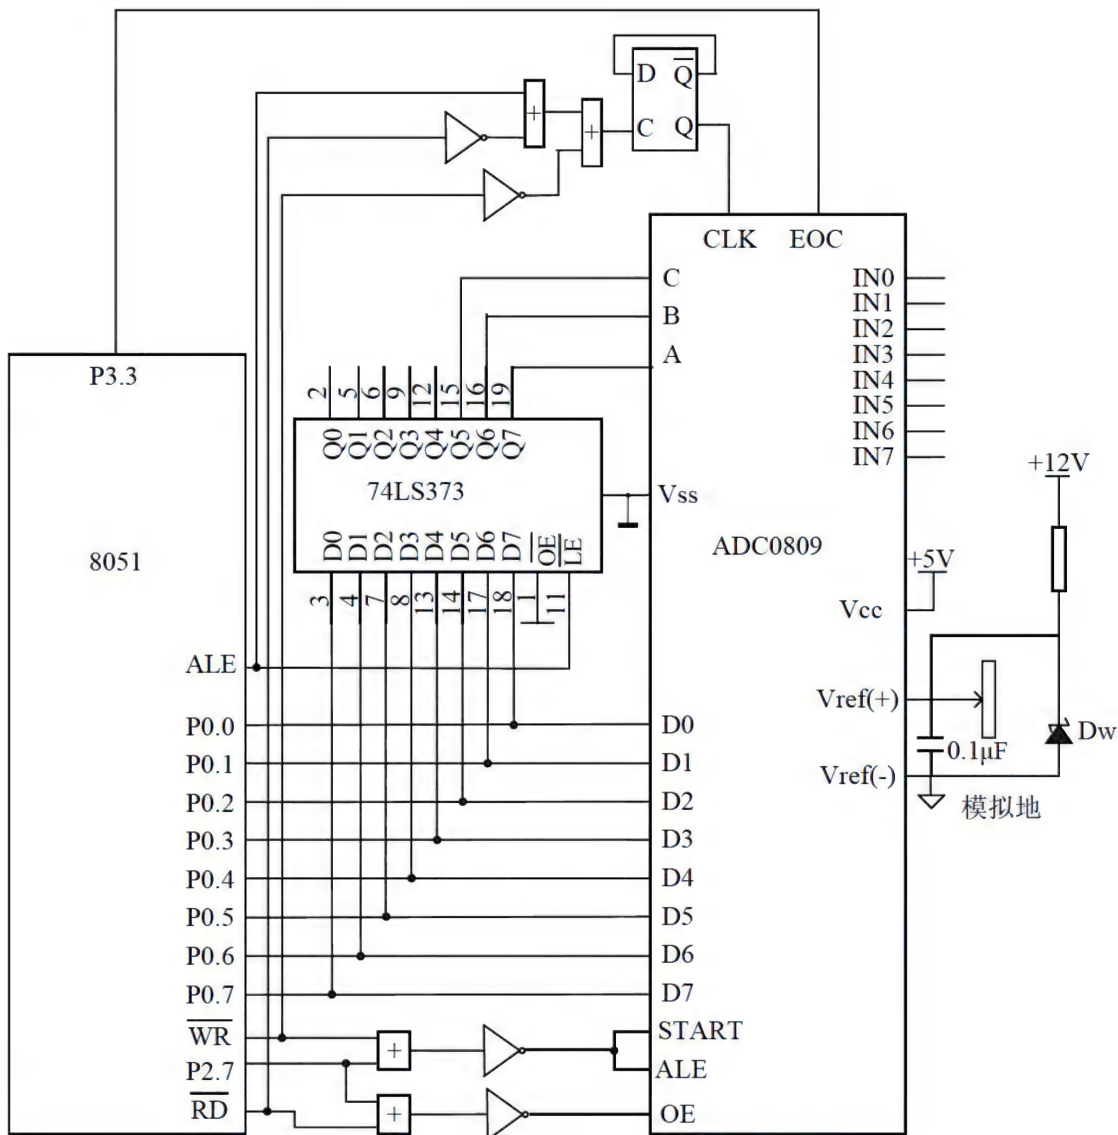

图 10.11 ADC0809 与 8051 单片机的连接
ADC0809 与 8051 单片机的连接如图 10.11 所示。
按图 10.11 中的片选线接法, ADC0809 的模拟通道 0~7 的地址为 7FF8H~7FFFH。
**【例 10-3】**根据图 10.11 编写一个采集八路模拟信号的单片机程序, 要求从 ADC0809 的 8 个通道轮流采集一次数据, 并且采集的结果放在数组 ad 中。